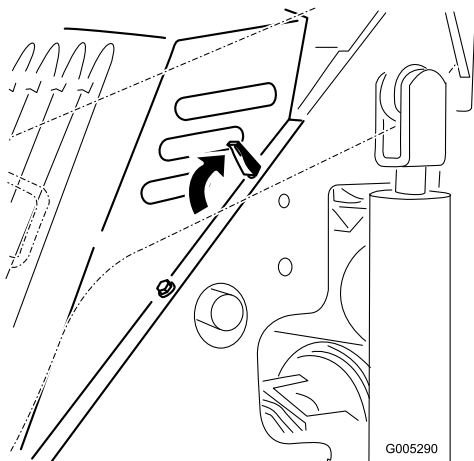

Bild 19
4. Lösen Sie die 4 Verriegelungslaschen (Bild 19).
1. Bringen Sie die Motorhaube auf den Maschinenrahmen und achten Sie darauf, dass die Bolzen der Haube in die Löcher im Rahmen eingeführt werden (Bild 19).
2. Sichern Sie die Motorhaube, indem Sie die Verriegelungslaschen nach vorn und unten drücken (Bild 19).